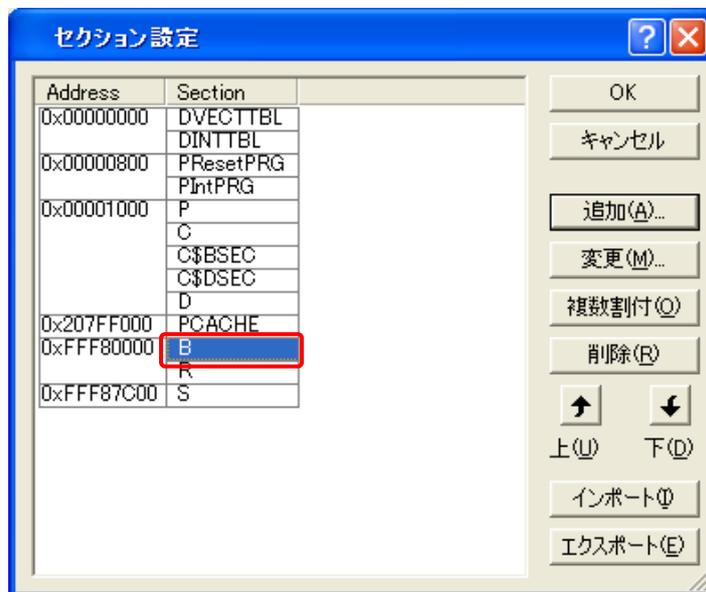

図5.3.15 セクション変更①
- (1) [セクション設定]ダイアログボックスにて、図5.3.15に示すようにBセクションを選択し、"削除"ボタンをクリックします。